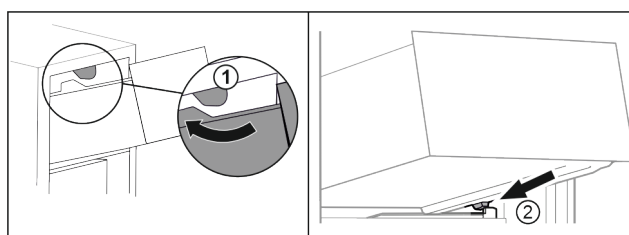

Fig. 18
- ▶ Vedte zásuvku podél horních zářezek. Fig. 18 (1)
- ▶ Nasaďte zásuvku šikmo za dolní zářezky na žebrování na nádoby. Fig. 18 (2)